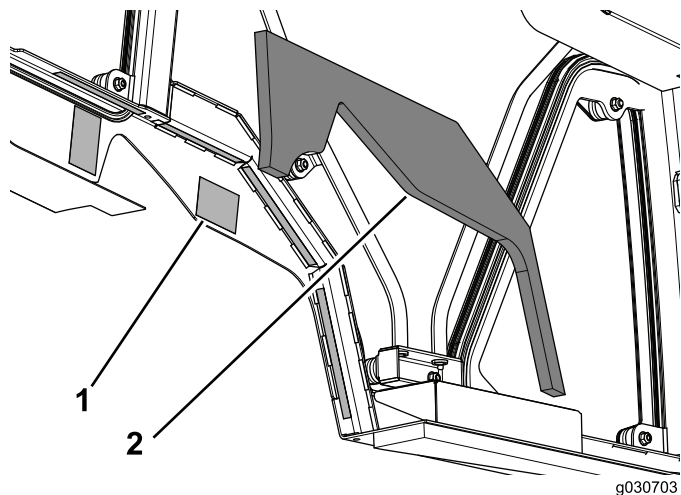

图13
3. 拆下驾驶室装置两侧双面胶带上的纸基（图13）。
4. 将左水箱泡沫粘贴到驾驶室装置上（图13）。